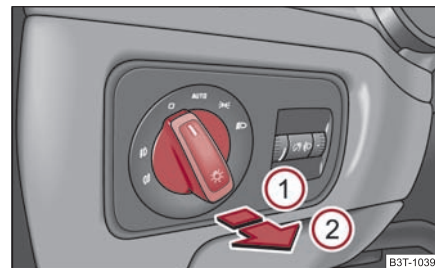

Fig. 57 Tableau de bord: Commutateur d'éclairage
- Tourner d'abord le commutateur d'éclairage sur la position ☞ ou ☜ ⇒ fig. 57.
- Tirez le commutateur d'éclairage sur la position ①. ▶
- Tourner d'abord le commutateur d'éclairage sur la position  ou  ⇒ page 65, fig. 57.